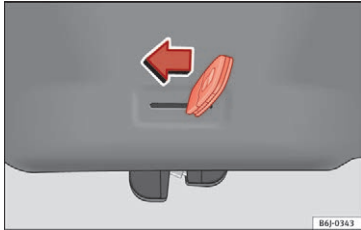

Fig. 6 Nødoplåsning af bagklap
- Sæt nøglen i slidsen, og lås låsesystemet op ved at bevæge nøglen fra højre mod venstre i pilens retning » Fig. 6.